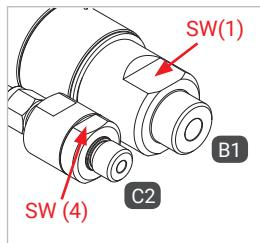
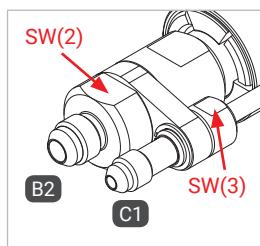

Figure 3
Figure 4
- ▶ Lors du montage du flexible de remplissage et de retour, de la conduite de fluide et de la conduite de retour du gaz, aux raccordements «B1», «B2», «C1» et «C2», exercer une contrepression sur les méplats SW(1), SW(2), SW(3) et SW(4) (*Figure 3* et *Figure 4*) avec une clé à fourche.
- ▶ Connecter hermétiquement l'entrée fluide «B1» avec la conduite de fluide de la station-service (*Figure 3*). Couple de serrage, voir le tableau ci-dessous.
- ▶ Connecter hermétiquement, si elle existe, la conduite de retour du gaz «C2» avec la conduite de retour du gaz de la station-service (*Figure 3*). Couple de serrage, voir le tableau ci-dessous.
- ▶ Visser hermétiquement la sortie fluide «B2» à l'embout de raccordement du flexible de remplissage (*Figure 4*). Voir le tableau ci-dessous pour les couples de serrage.
- ▶ Visser hermétiquement, si elle existe, la conduite de retour du gaz «C2» à l'embout de raccordement du flexible de retour du gaz (*Figure 4*). Voir le tableau ci-dessous pour les couples de serrage.